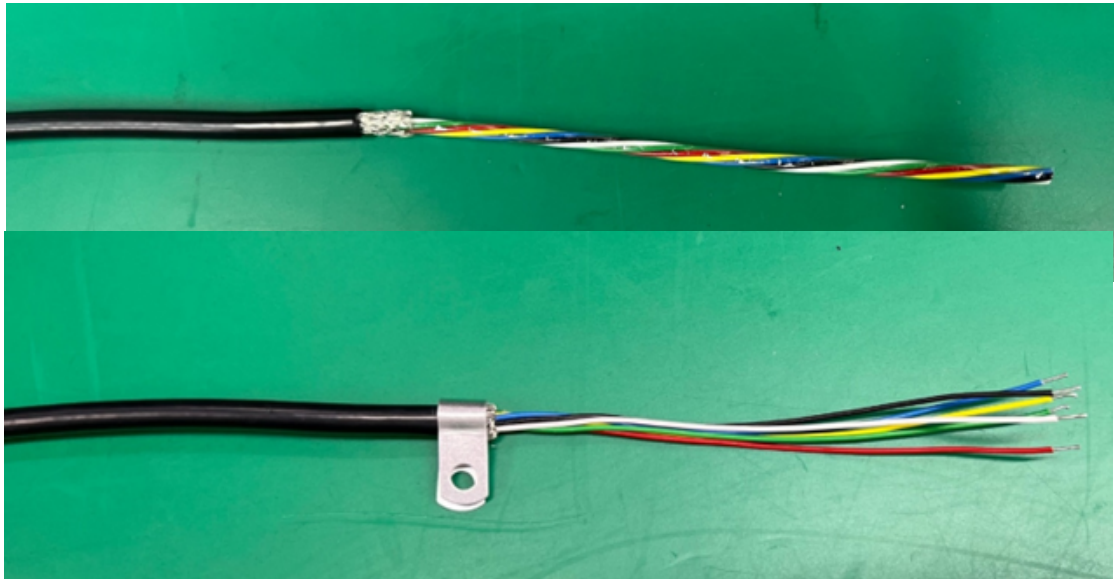
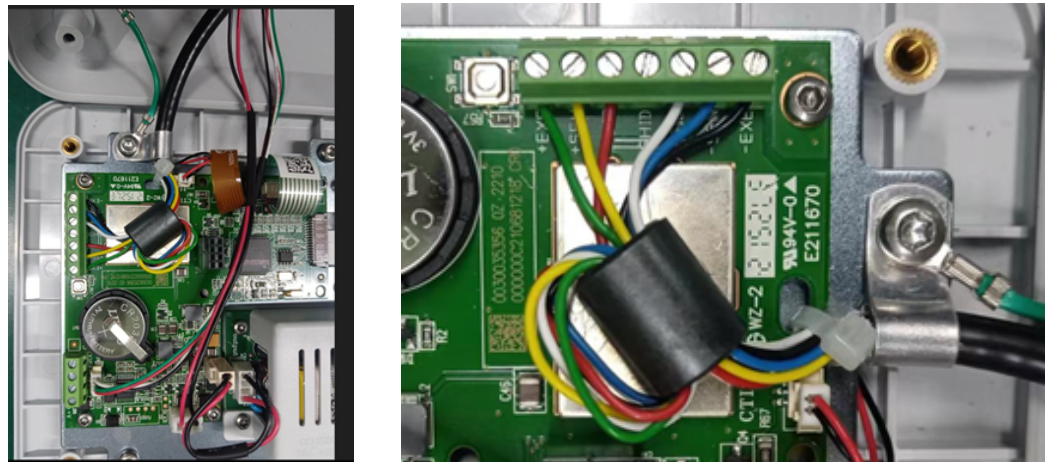

Abbildung 2-25: Wägezellenkabel mit Bajonettverschluss
Abbildung 2-26: Ferritperleninstallation und Gehäuseerdung des analogen Wägezellenkabels, IND231
1. Das Wägezellenkabel tritt über die Kabeldurchführung entsprechend Abbildung 2-26 in das Gehäuse ein.
4. Mit der Erdungsklemme des Terminals wird die freigelegte Abschirmung (Abbildung 2-25) mit der Metallplatte verbunden. Dazu wird die Befestigungsschraube des Gehäuseverbindungsdrahtes verwendet, siehe Abbildung 2-26.